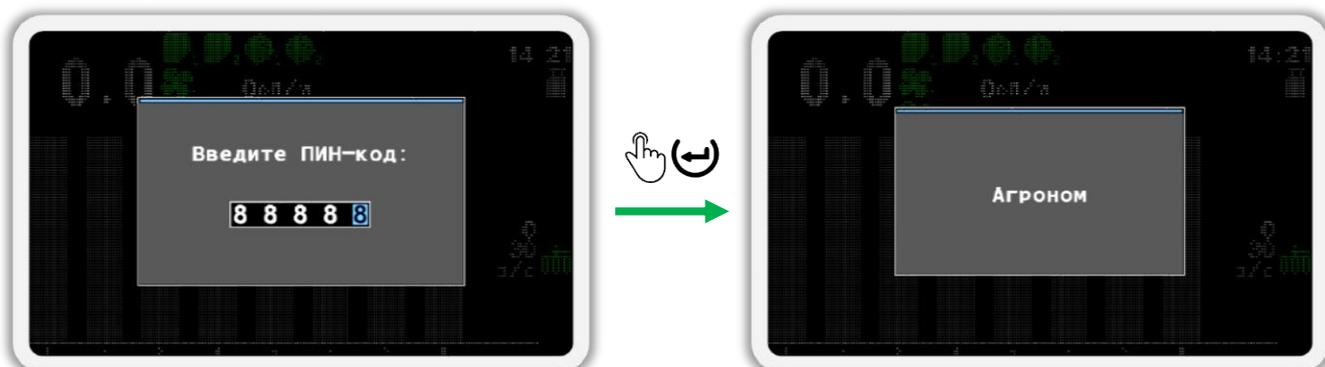

Рисунок 46
- е) После того, как вы введете ПИН-код, нажмите кнопку (↩) «Меню». Если код введен правильно, то вы увидите сообщение с надписью «Агроном» (см. Рисунок 46). После этого вы будете автоматически возвращены в меню «Настройки».